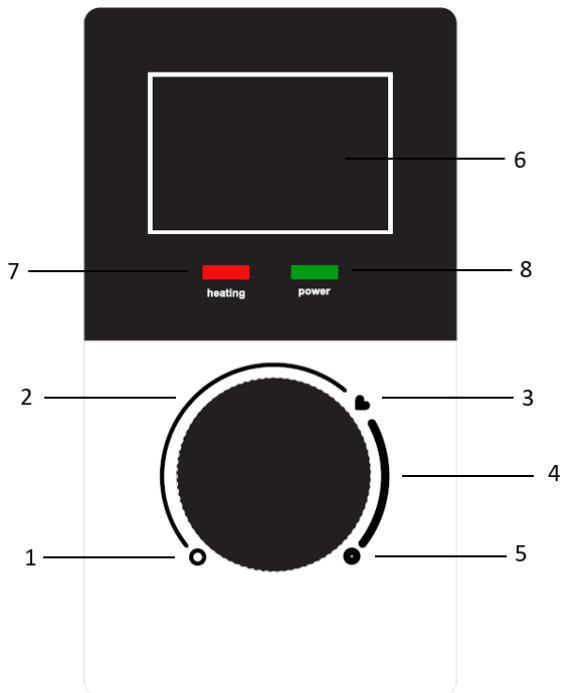

Рисунок 4
6. Если не предусмотрен сливной кран-тройник (см. «Подключение к водопроводной магистрали»), воду можно слить через комбинированный предохранительный клапан: открутить винт ручки слива предохранительного клапана и перевести ручку слива в верхнее положение, при этом кран выхода горячей воды должен быть открыт, а кран подачи холодной воды в водонагреватель должен быть перекрыт (см. рисунок 4). Из отверстия сброса давления предохранительного клапана потечет вода.